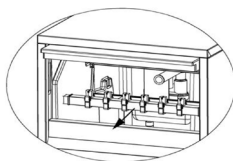

Figura 4
2. Quítese la conexión del tubo de pulverización (tubo de silicona) a continuación, sacar el tubo de pulverización (figura 4).